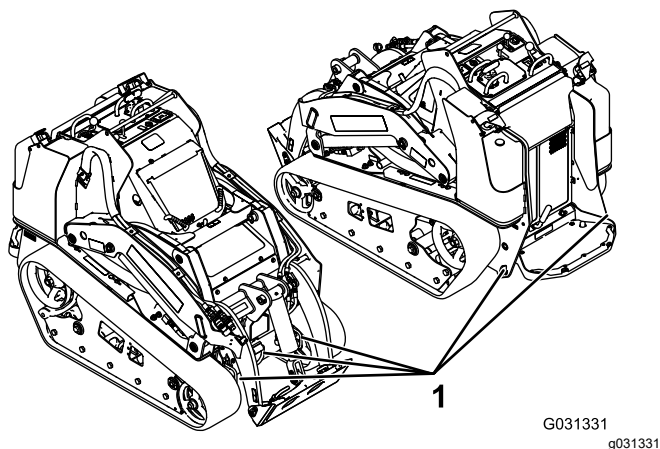

Figura 29
8. Utilizzate gli anelli di ancoraggio in metallo sulla macchina per fissare saldamente la macchina al rimorchio o all'autocarro con fascette, catene, cavi o funi (**Figura 29**). Fate riferimento ai regolamenti locali per i requisiti di ancoraggio.
Potete sollevare la macchina utilizzando gli ancoraggi/anelli di sollevamento come punti di sollevamento; fate riferimento a **Figura 29**.